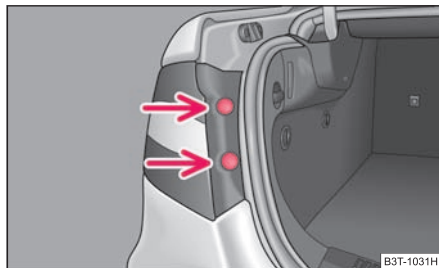

Fig. 238 Dépose de la partie extérieure du bloc optique arrière
- Enlevez les obturateurs ⇒ fig. 238 et dévissez le bloc optique arrière avec une clé Torx ¹⁹⁾.
- Vissez le bloc optique arrière à fond et remettez les obturateurs ⇒ fig. 238.